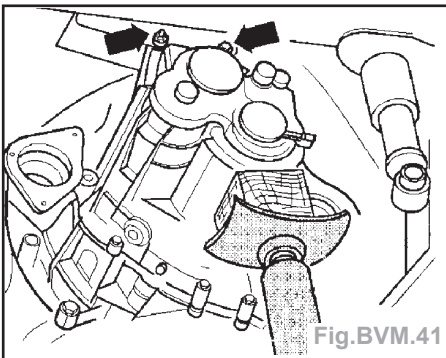

Fig.BVM.41
- Dévisser l'appui gauche de boîte de vitesses (flèches) (Fig.BVM.41).